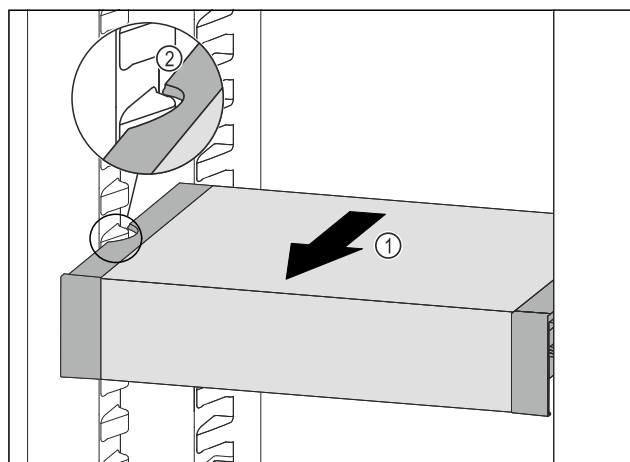

Fig. 78
- ▶ Táhněte VarioSafe dopředu Fig. 78 (1), dokud nebudou boční vybrání VarioSafe na úrovni žebrování na nádoby v chladničce. Fig. 78 (2)